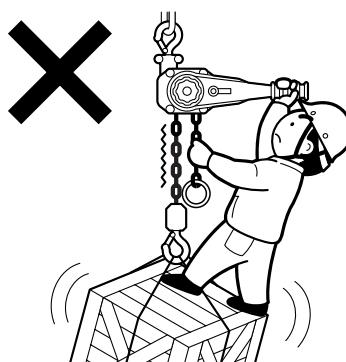

図5
- (7)つった荷には乗らないでください。また、人の乗る用途に絶対に使用しないでください。図5
- (8)つり荷の反転作業は、専門知識のある人以外絶対に行わないでください。
- (9)地球づりしないでください。
- (10)操作中は荷から気をそらさないでください。
- (11)巻上げ過ぎ、巻下げ過ぎはしないでください。
- (12)つり上げた荷を長時間放置しないでください。
- (13)つり上げた荷を短時間保持するときは、必ず切換えつめをUP(巻上げ)の位置にしておいてください。